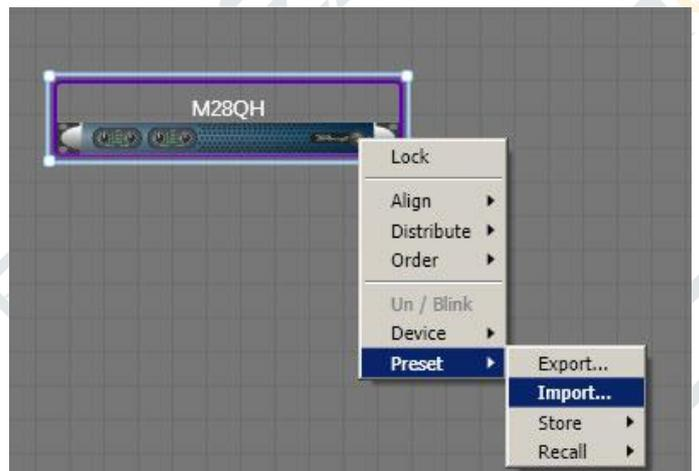

图 20: 左击选择（出现蓝色四边形）右击导出
3. 若已有设备预设（.pam），可右击设备导入预设（参见图 20）